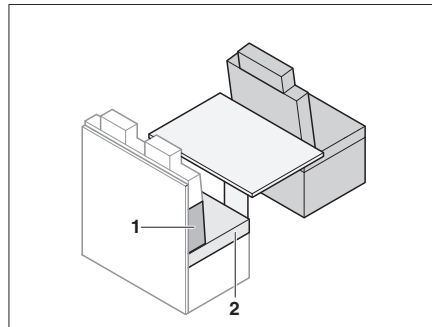

Fig. 184 Avant la transformation
- Retirer le coussin d'assise (Fig. 184,2).
- Placer le coussin de dossier (Fig. 184,1) entre le coussin d'assise et la paroi arrière. Observer la forme deltoïde.